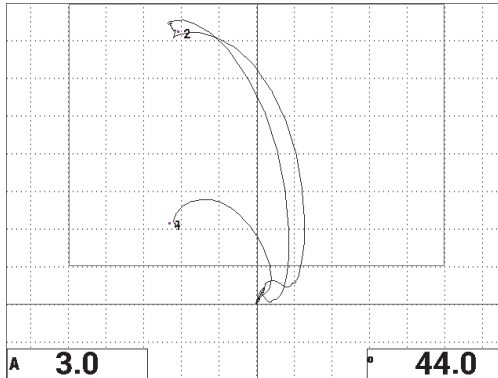

图 6-43 在脱粘缺陷上的第二次扫查
13. 按**全屏 / 下一组**键 (📺)，显示全屏，然后慢慢地在脱粘缺陷上扫查，并确保点仍然与信号匹配 (参见第 142 页的图 6-43)。